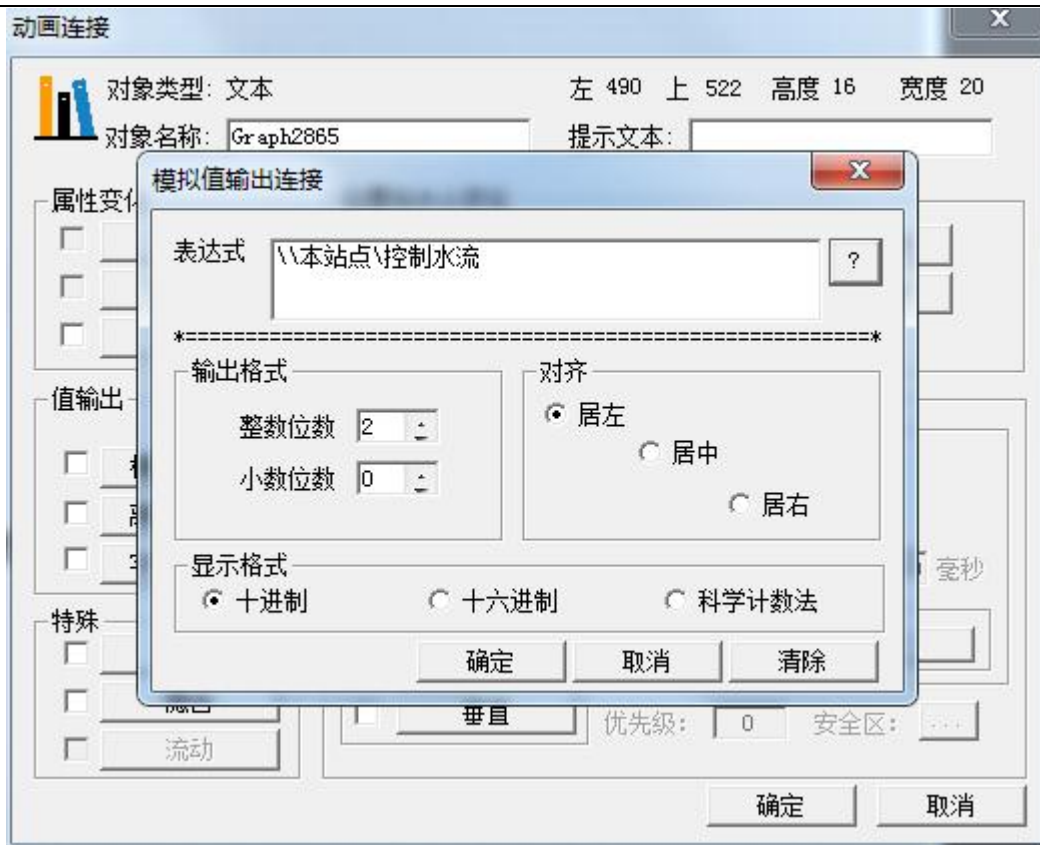

图 3-11
4、上述“表达式”中连接的\\本站点\控制水流变量是一个内存变量，在画面上放一文本，双击该文本在弹出的动画连接对话框中选择“模拟值输出”按钮，弹出模拟值输出连接对话框，点击“？”选择控制水流变量，如图 3-11 所示。